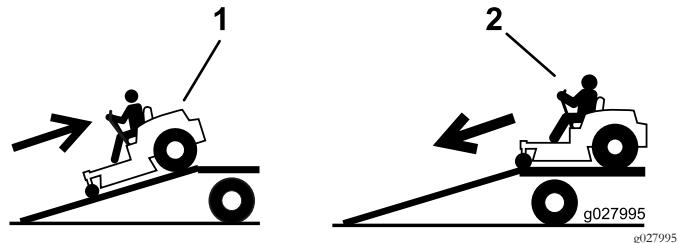

**Figure 29**
- Servez-vous des points d'attache de la machine pour l'arrimer solidement sur la remorque ou le véhicule de transport au moyen de sangles, chaînes, câbles ou cordes (Figure 29).